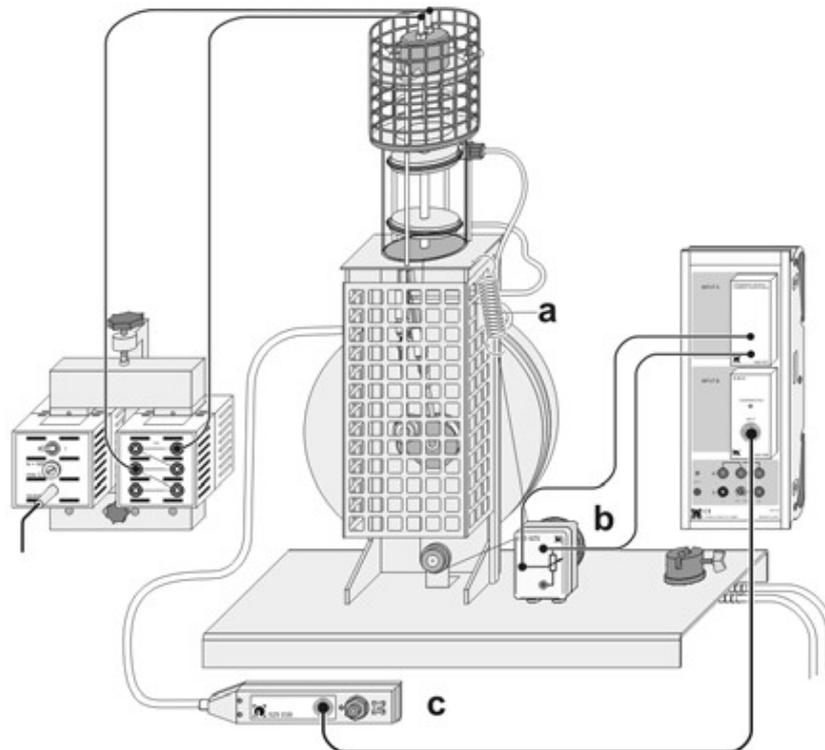

Abbildung 8: Prinzipieller Versuchsaufbau. a: Feder mit Angelschnur, b: Drehpotentiometer, c: Druckmodul
Abbildung 8 zeigt die an den Motor angeschlossenen Messinstrumente sowie die Stromversorgung der Wärmequelle. Der von uns verwendete Aufbau unterscheidet sich vom skizzierten in einigen Konstruktionsdetails. Die Wärmequelle (Glühwendel) wird von einem stabilisierten Netzgerät mit einer maximalen Ausgangsspannung von 15,4 V betrieben. Ein Schlauch verbindet den Anschluss (5b) mit dem CASSY-Modul (c) für die Druckmessung. Das Volumen wird mit Hilfe eines Drehpotentiometers (b) gemessen: An diesem befindet sich ein mit einer Angelschnur umwickeltes Lauf rad. Die Angelschnur ist mit einem Ende an der Öse (6), mit dem anderen an der Feder (a) festgeknotet. Wenn sich der Motor bewegt, zieht der Arbeitskolben an der Feder und das Potentiometer dreht sich mit. Wegen des linearen Zusammenhangs zwischen der Höhe des Arbeitskolbens, der Position des Laufrades und der Spannung am Potentiometerausgang ist die gemessene Spannung proportional zum Volumen des Arbeitsgases.
- Abbildung 8, Aufbauplan des Motors: LD Gebrauchsanweisung 388 182. Mit freundlicher Genehmigung der Firma LD Didactic GmbH